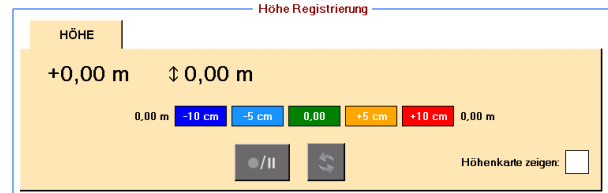

Abbildung 116 Höhenaufzeichnung aktivieren
- Gehen Sie zu **REGISTRIERUNG >> HÖHE** im aktiven Höhenaufzeichnungsmenü (Abbildung 116) und markieren Sie das Kästchen neben **Höhenkarte zeigen**.